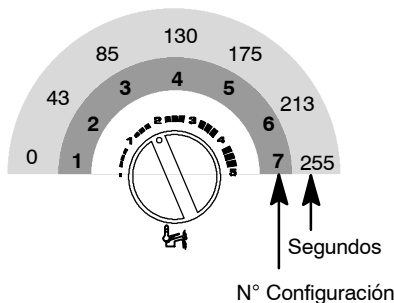

fig. 5.19
- 11 Para cambiar la configuración, hay que girar la manopla de regulación temperatura sanitarios en fig. 5.19 y posicionarla en el tiempo previamente elegido, (en la figura ejemplo manopla configurada para Frecuencia de reencendido de 1 minuto y 25 segundos); la lámpara de señalación bloqueo centellea velozmente.